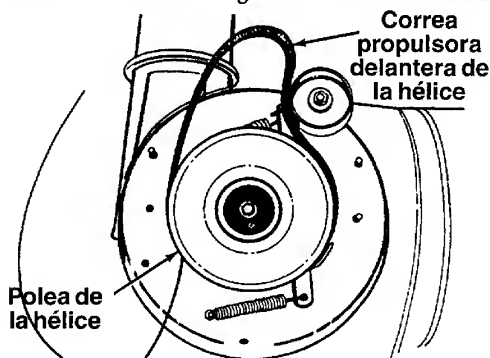

Figura 25
- Separe el armazón del conjunto del armazón parándose en la posición operativa y levantando de los mangos. El armazón y la armadura se separarán, y la correa propulsora posterior de la hélice saldrá de la polea. Vea la figura 25.
- Para extraer la polea propulsora delantera, empuje la polea intermedia hacia la izquierda y levante la polea propulsora delantera, de la polea delantera de la hélice. Vea la figura 25. Reemplace ambas correas propulsoras de la hélice siguiendo las instrucciones en orden inverso.